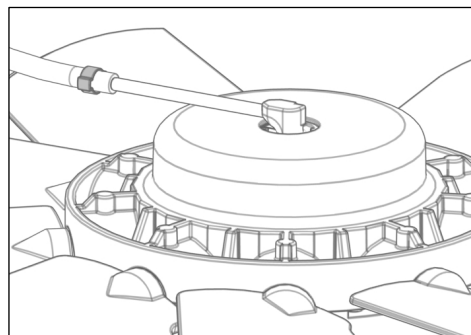

Rys. 17
- 10) Ustawić zacisk węża, jak pokazano na Rys. 17.